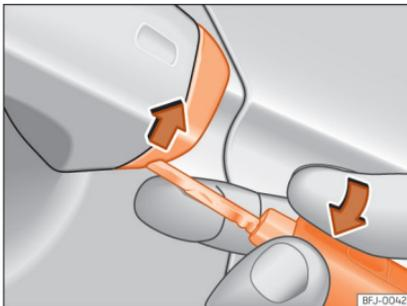

Abb. 94 Fahrertürgriff: Abdeckkappe abhebeln.
- Den Schlüsselbart am Fahrertürgriff in die untere Öffnung der Abdeckkappe stecken » Abb. 94 und die Abdeckkappe von unten nach oben anheben.